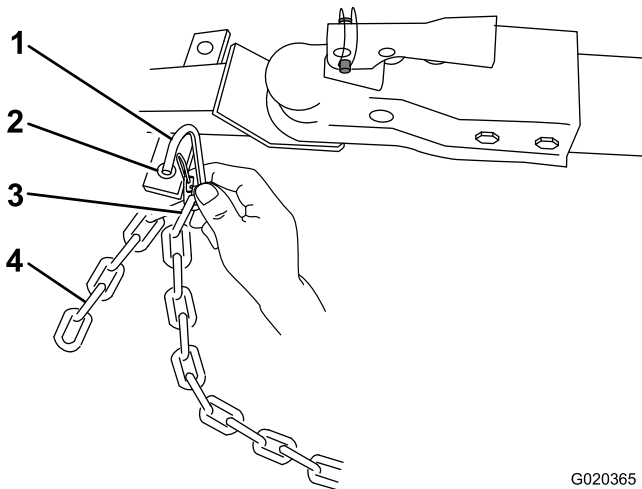

Figura 28
3. Conecte cada tramo de cadena al punto de montaje de la cadena de seguridad del vehículo de remolque con los conectores (Figura 28).
Nota: En los modelos 68007C y 68008C, conecte los conectores a los eslabones apropiados de la cadena de seguridad (Figura 28). Si la cadena sobrante cuelga demasiado y toca el suelo, engánchelo otra vez en el conector para levantarla de la superficie.